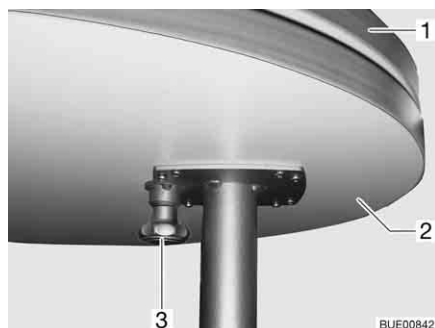

Bild 95 Utsvängbar bordsförlängning
Förstora bord: ■ Dra knappen (Bild 95,3) till låset nedåt och fäll ut bordsförlängningen (Bild 95,2).
- Fäll in bordsförlängningen (Bild 95,2) under bordsskivan (Bild 95,1) så att det hörs att låset hakar i.